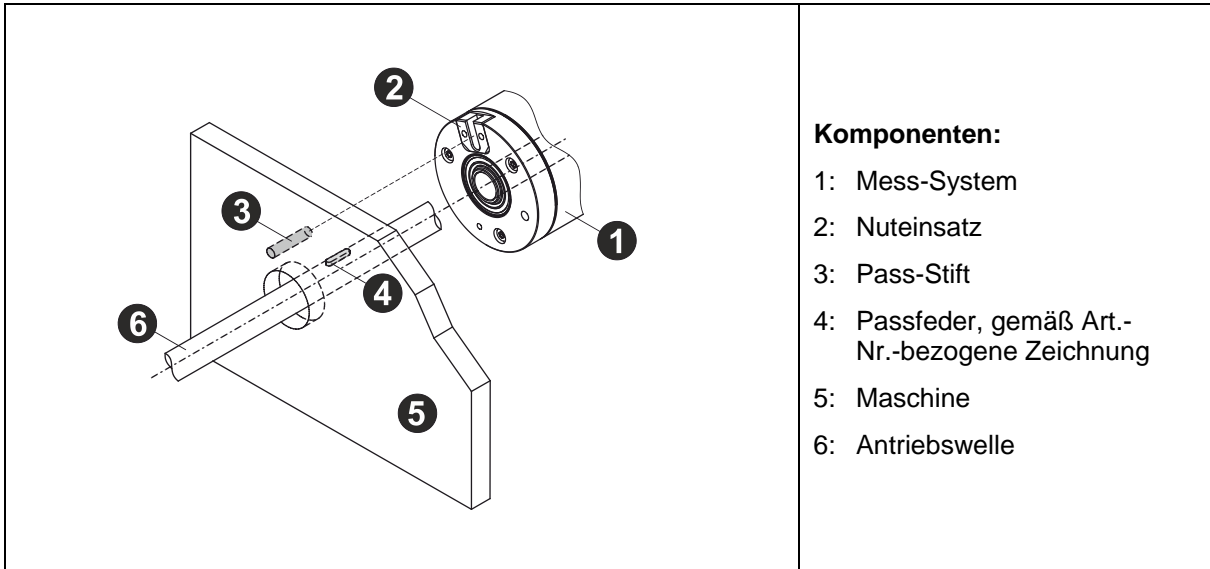

Abbildung 8: Montage mit Pass-Stift und Nuteinsatz, Prinzip-Darstellung
- Die Fixierung des Mess-Systems ist über einen Pass-Stift auf der Antriebsseite vorzunehmen, siehe Abbildung 8.